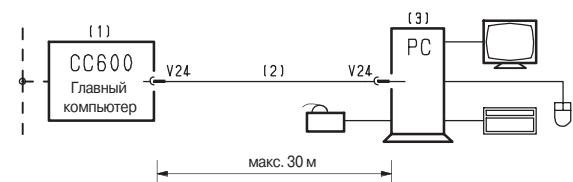

Рис. 3.1
- Персональный компьютер с непосредственным подключением кабелем длиной до 30 м (рис. 3.1)